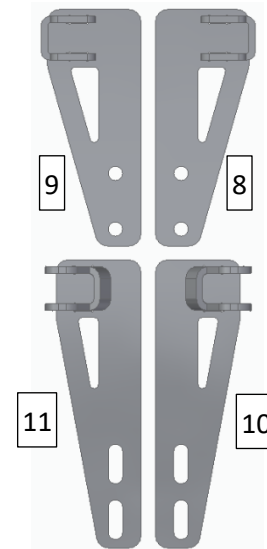

Abbildung 1
Danach werden die Halterungen oben und unten (8+9+10+11 - Abb. 1) mit Hilfe der Zylinderkopfschrauben M8x25mm (16) und der Sondermutter an den Bohrungen der Scharniere der Hecktür befestigt.